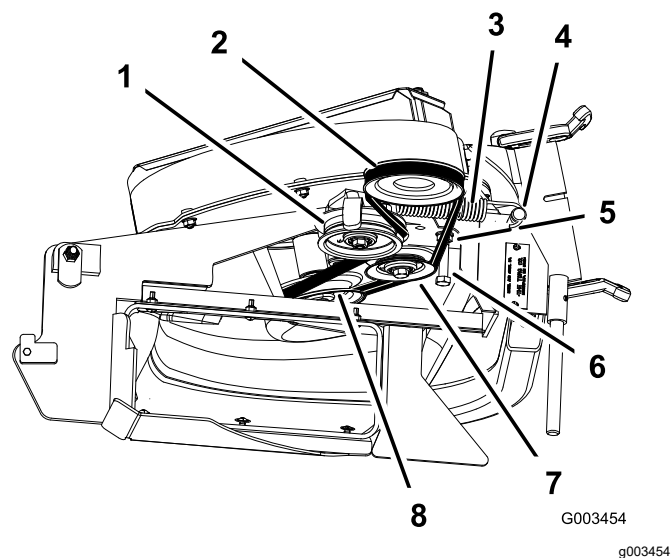

Bild 44
3. Lockern Sie die Schraube der Riemenführung (Bild 44).
5. Legen Sie den neuen Riemen um die Riemenscheibe am Gebläse (Bild 44).
7. Ziehen Sie die Schraube der Riemenführung (Bild 44) an.
- 9. Verlegen Sie den Riemen auf die gefederte Spannscheibe (Bild 44).